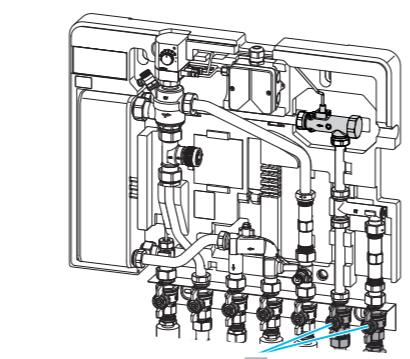

Abb. 3: Demontage /Montage
1 Schließen Sie die markierten 2 Kugelhähne (siehe Abb. 3 (1)) der Kugelhahnanschlussleiste.